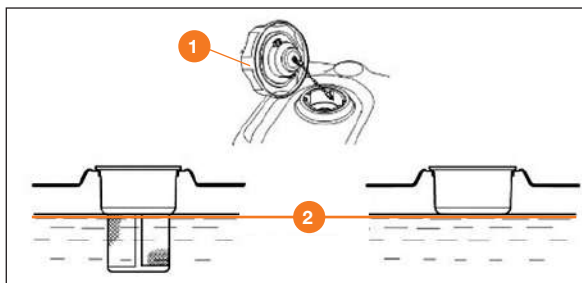

Рис. 36
- При низком уровне топлива долейте его до установленного уровня 2. После заправки топливного бака надёжно затяните пробку заправочной горловины 1 (Рис. 36).